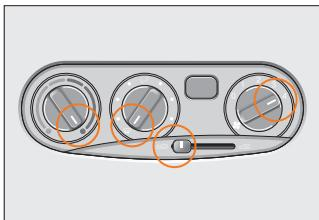

Рис. 62. Предохранение стёкол от запотевания и замерзания
**Предохранение стёкол от запотевания и обмерзания (рис. 62).** Для предохранения ветрового стекла и стёкол дверей от запотевания в летнее время достаточно направить на них холодный воздух. Для этого установите средний вращающийся переключатель в положение  , а рычаг управления заслонкой в крайнее левое положение .